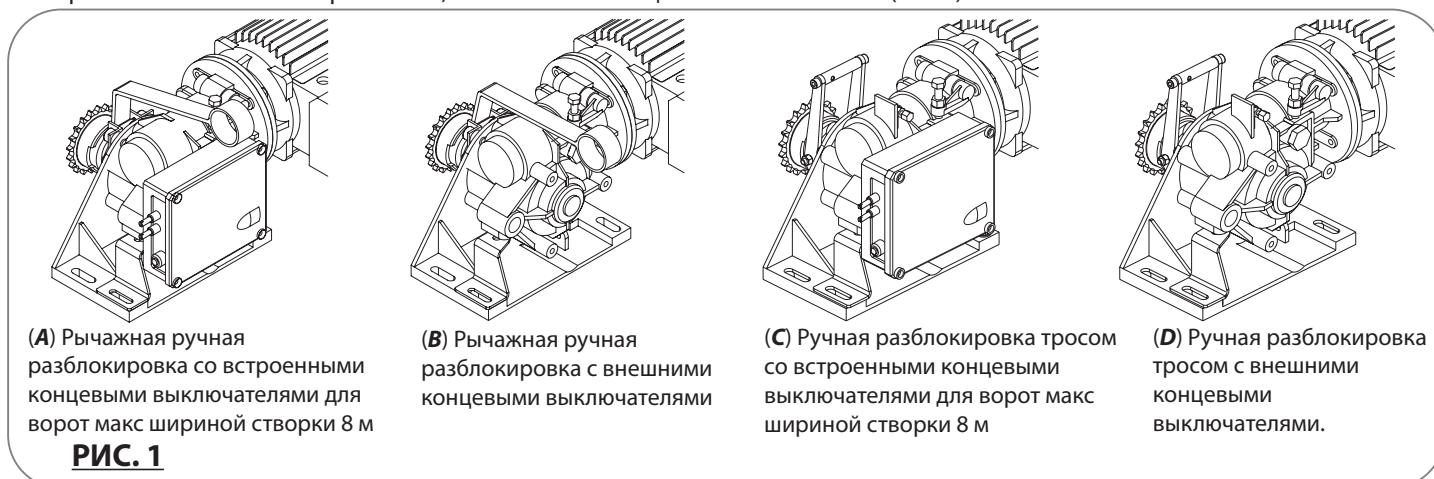
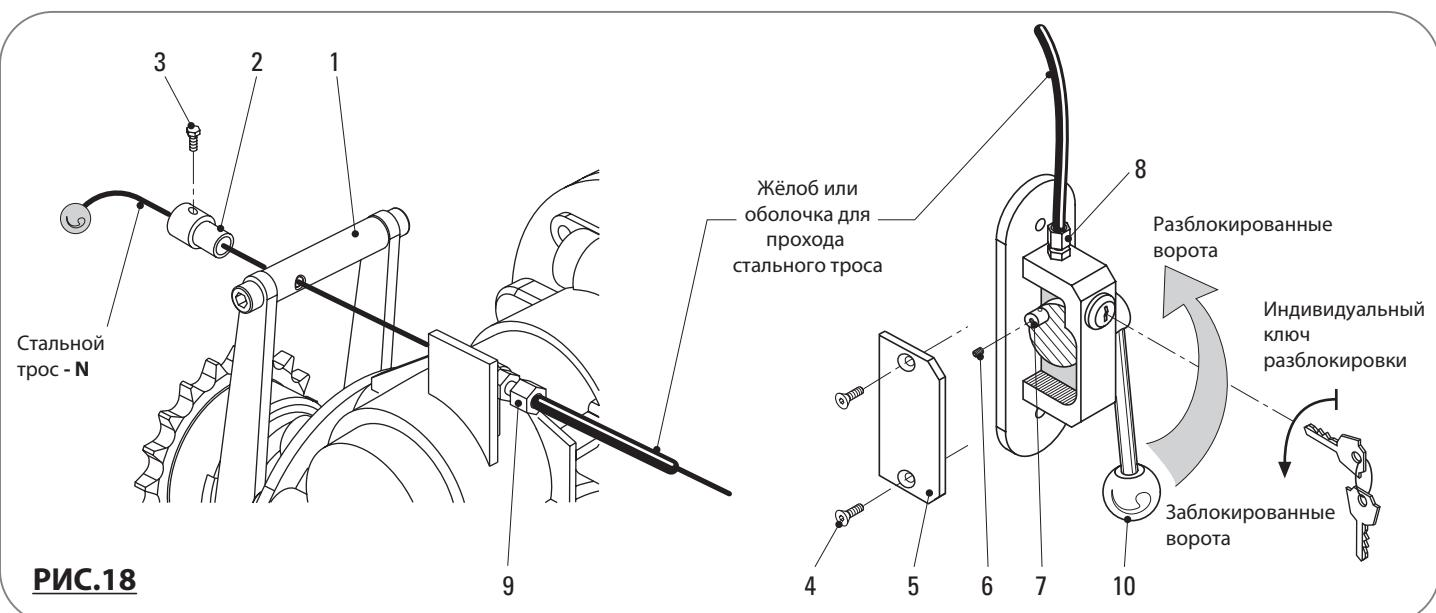

РИС. 1
РИС.18
Существуют два вида ручной разблокировки (Рис.1): **рычажная разблокировка (A и B)** и **разблокировка тросом с индивидуальным ключом (C и D)**; в обеих версиях возможно применение встроенных концевых выключателей (версии **A** и **C**) на ворота максимальной шириной 8 м, или внешних концевых выключателей (**B** и **D**).
- **МЕС 200 LB с разблокировкой тросом** (версии **C** и **D** Рис.1 стр.2): наклоните **рычаг разблокировки - G** до разъединения **шестерни** от **механического соединения**(Рис.10); сделать это возможно соединив тросом рычаг разблокировки на привод с разблокировкой на стене. (Смотри монтаж Разблокировки тросом, Рис. 18 стр.8)
- **МЕС 200 LB с рычажной разблокировкой** (версии **A** и **B** Рис.1 стр.2)- поднимите **рычаг — H** так чтобы **механическое соединение** разъединилось от **шестерни** (Рис.10).
Операции установки, изображённые на Рис. 18:
Для ручной разблокировки с тросом, в первую очередь, освободите **рычаг разблокировки (10)** на стене поворотом **индивидуального ключа - P** против часовой стрелки, затем поднимите его, разъединяя шестерню от привода Мес 200 LB (Рис.18).